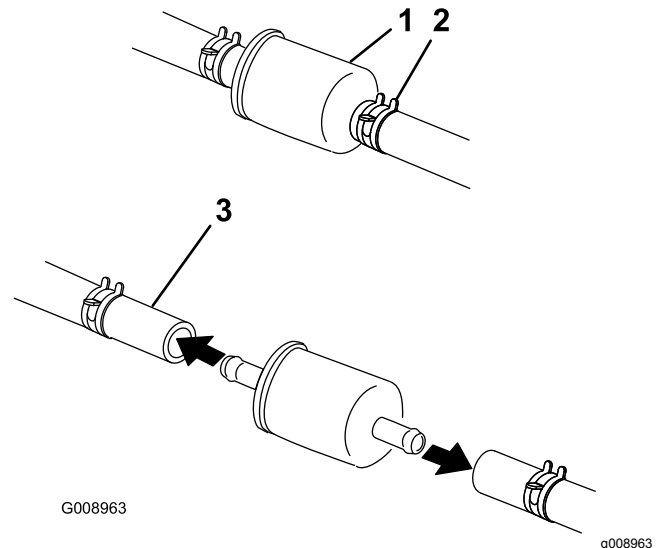

Figura 60
5. Cierre la válvula de cierre de combustible, situada debajo del asiento (Figura 60).
6. Apriete los extremos de las abrazaderas y deslícelas por la manguera alejándolas del filtro (Figura 60).
8. Instale un filtro nuevo y acerque las abrazaderas al filtro (Figura 60).